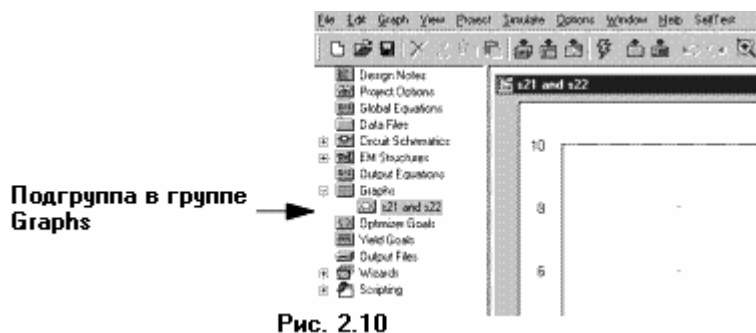

Рис. 2.10
2. Наберите **S21 and S11** в поле **Graph Name** (Имя графика). Выберите радиокнопку **Rectangular** (Прямоугольный) в переключателе **Graph Type** (Тип графика) и нажмите **OK**. График отображается в окне на рабочем поле и появляется как подгруппа в группе **Graph** в окне просмотра проекта (см. рис. 2.10).